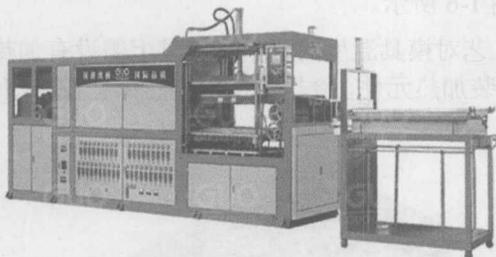

图 1-10 压缩成型
- **压缩成型：**压缩成型是最早最简单的一种塑料成型的方法，它是将粉状或粒状的塑料材料放入加热的模具中，封闭后加压，使其硬化而成，通常用于热固性塑料材料的成型加工，如图 1-10 所示。